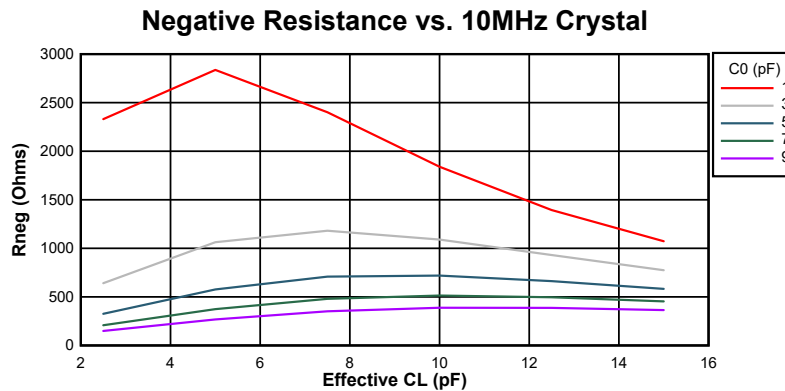
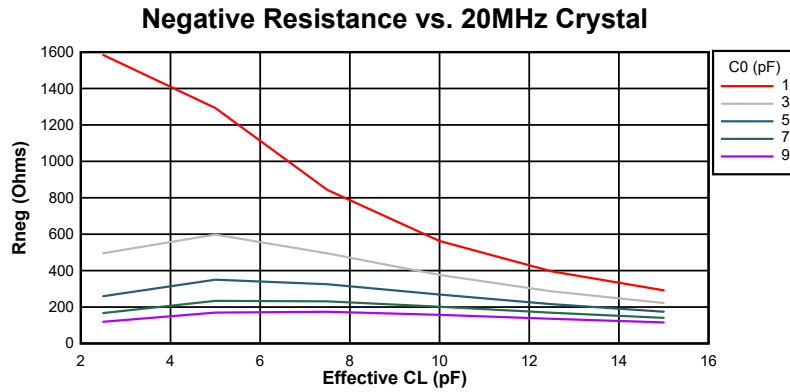

図 6-16. 10MHz 時の負性抵抗変動
図 6-17. 20MHz 時の負性抵抗変動
図 6-16 および 図 6-17 に、このデバイスの負性抵抗と水晶振動子間の関係の変動を示します。グラフからわかるように、水晶振動子の並列容量 (C0) と実効負荷容量 (CL) は電気発振回路の負性抵抗に大きな影響を及ぼします。これらは代表的なグラフであるため、設計上考慮すべき最小値および最大値については、表 6-5 を参照してください。